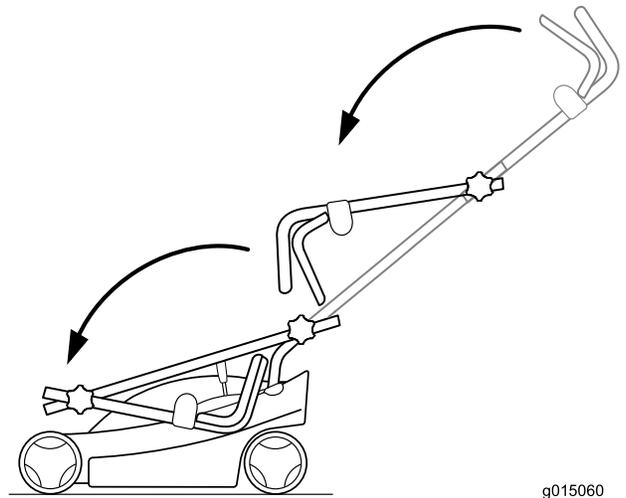
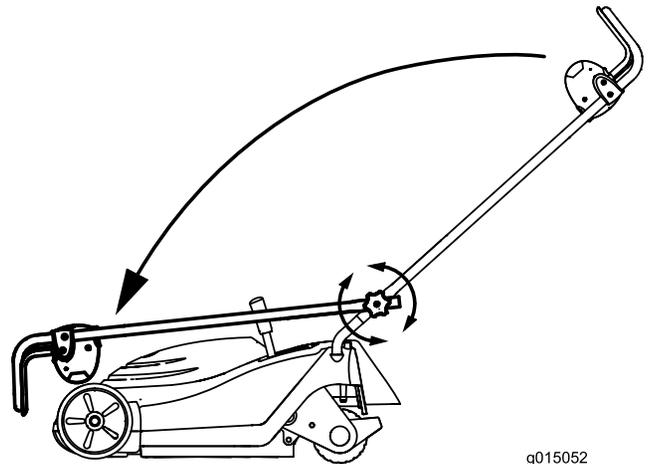

Figure 20
Figure 21
3. Repliez le guidon comme illustré à la Figure 20 et Figure 21, selon le modèle.